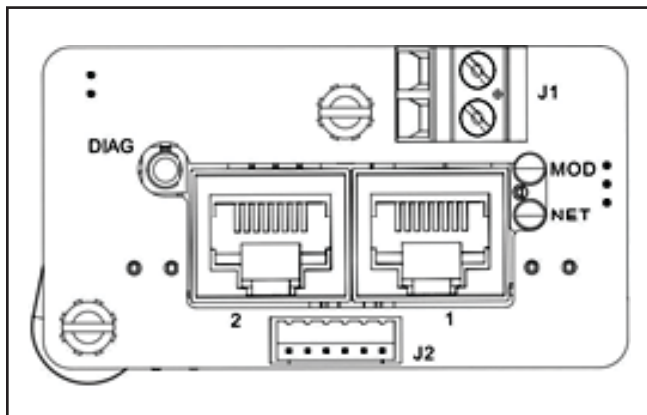

図1-11 上部カバー下のレイアウト
- トップカバーの下にある、RS485診断ポート用の2.5mmメスジャック (図1-11)。